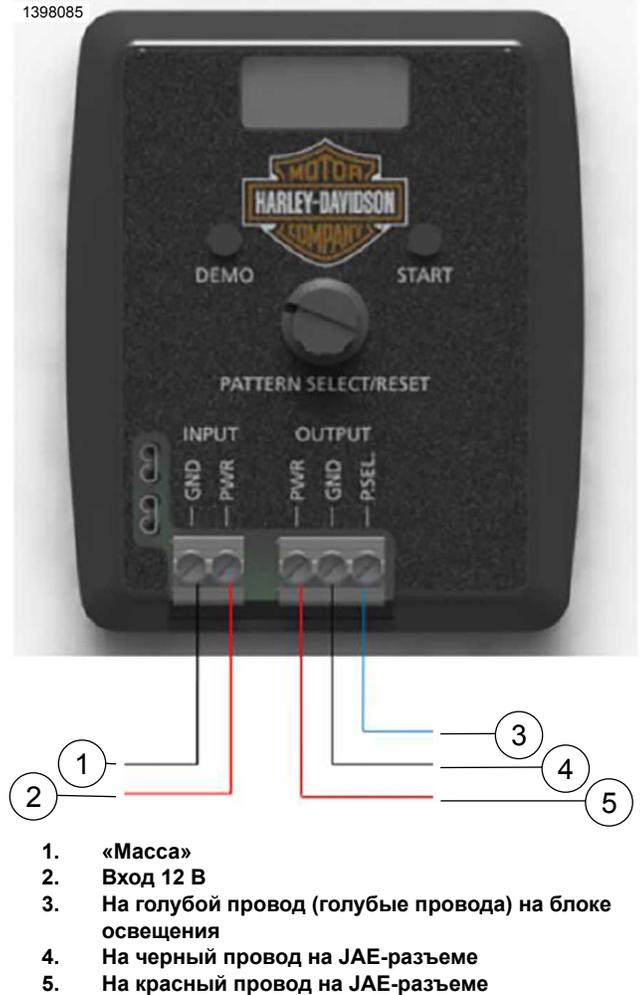

Рисунок 10. Настройка программирования схемы
1. См. рис. 10. Подключите источник питания на 12 В к световому PSCP.
2. См. рис. 10. Подсоедините элемент освещения к клеммам OUTPUT на PSCP (требуется провод от дилера).